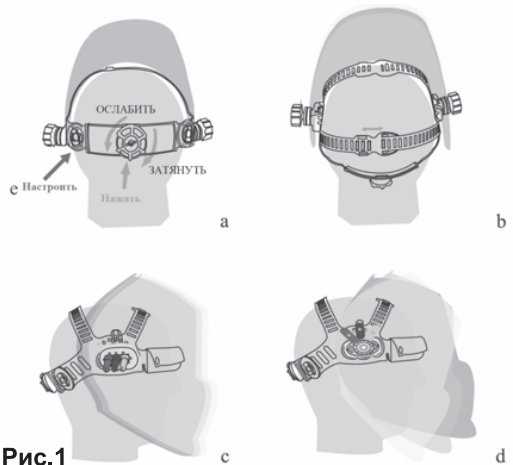

Рис.1
- Наденьте маску на голову. Нажмите регулируемую ручку вниз (в заднем положении головы), одновременно вращая ее против часовой стрелки, чтобы увеличить длину окружности оброча, или по часовой стрелке, чтобы уменьшить длину окружности головного оброча (см. рис. 1а).
- Настройте оптимальную глубину маски (см. рис. 1б).
- Настройте расстояние между маской и лицом (см. рис. 1с).
- Настройте положение ограничения угла на маске (см. рис. 1д).
- Настройте угол обзора (см. рис. 1а).